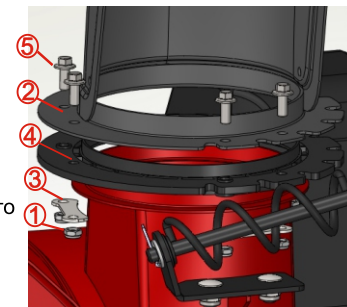
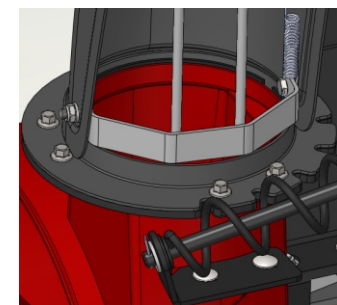

Рисунок 5
Рисунок 6
разгрузочного желоба через направляющий цилиндр и закрепите его 3-мя частями предельного блока (3). Используйте 6 штук шестигранного болта (5) и 6 штук фиксирующего болта (1) для их блокировки (см. Рис. 5, рис. 6).